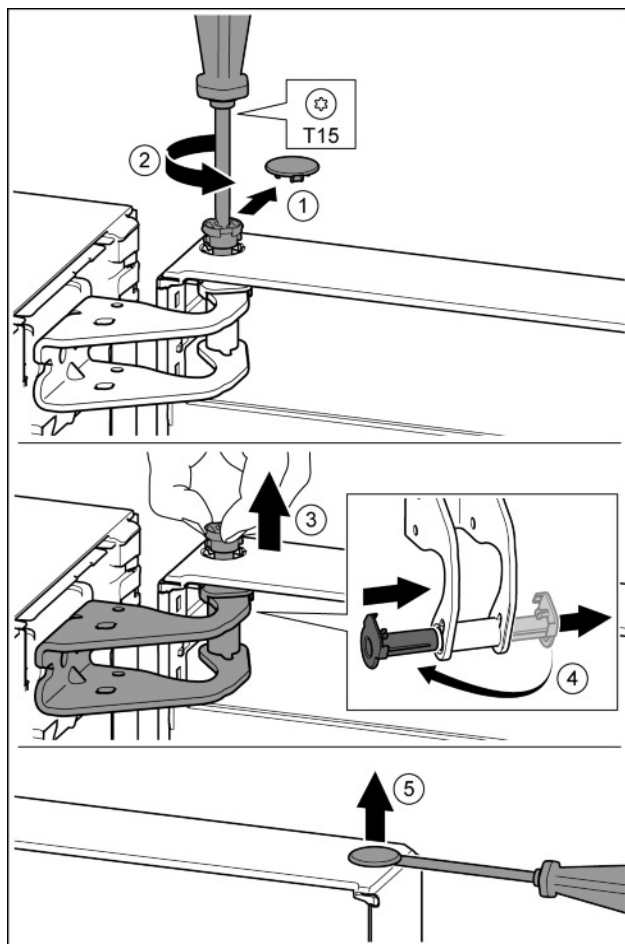

Fig. 11
- u Enlever délicatement le cache de sécurité. Fig. 11 (1)
- u Dévisser légèrement le boulon avec un tournevis T15. Fig. 11 (2)
- u Tenir fermement la porte et sortir le boulon avec les doigts. Fig. 11 (3)
- u Tirer la douille de palier en dehors du guide. La mettre de l'autre côté et l'enclencher. Fig. 11 (4)
- u Soulever délicatement le bouchon en dehors de la douille de palier de porte avec un tournevis plat et le sortir. Fig. 11 (5)